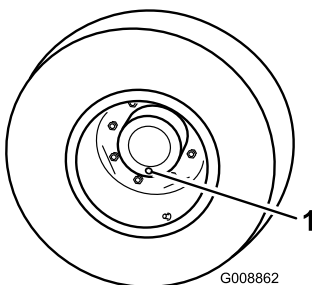

Bild 60
1. Stellen Sie auf einer ebenen Fläche ab und positionieren Sie das Rad so, dass sich eine der Prüf-/Ablaufschrauben in der untersten Stellung (6 Uhr) befindet (Bild 60).